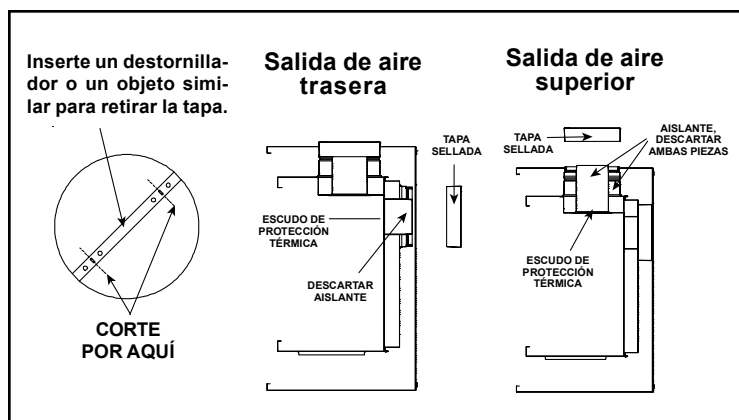

Figura 15
Quite la tapa sellada de los collarines iniciales traseros cortando la tira colocada en cada uno de los extremos (véase la Figura 15). Siga las indicaciones de las tablas de configuración del sistema de salida de humos.
**ADVERTENCIA: EL ESCUDO DE PROTECCIÓN DE LA PARTE SUPERIOR (INTERIOR DE LA CÁMARA DE COMBUSTIÓN) DEBE PERMANECER COLOCADO SI EL SISTEMA DE SALIDA DE HUMOS ESTÁ ACOPLADO A LOS COLLARINES TRASEROS. CONSULTE LA FIGURA 15.**
Quite la tapa sellada del collarín superior cortando la tira de cada uno de los extremos. Retire las dos piezas aislantes del interior de los dos collarines iniciales superiores (consulte la Figura 15).
**ADVERTENCIA: LA TAPA SELLADA DEBE PERMANECER ACOPLADA A LOS COLLARINES TRASEROS SI EL SISTEMA DE SALIDA DE HUMOS SE ACOPLA A LOS SUPERIORES. CONSULTE LA FIGURA 15.**